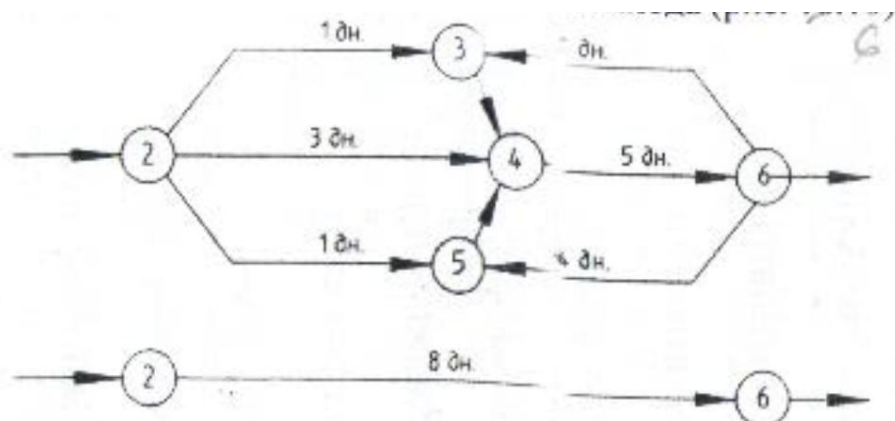

Рис.6
6. При необходимости укрупнения сетевого графика группа работ может изображаться как одна работа, если эта группа имеет одно начальное и одно конечное событие и, если эти работы выполняются одной организацией. Продолжительность укрупненной работы должна быть равна продолжительности наибольшего пути от начального до конечного события этой группы работ, необходимо сохранить номера событий входа и выхода (Рис.6).